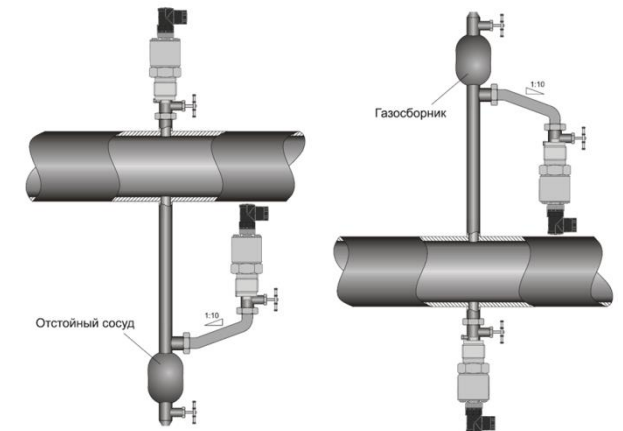

Рисунок 4. Монтаж прибора для измерения давления газа (слева) и жидкости (справа).
4.3. Механическое присоединение реле рекомендуется производить с ориентацией, при которой соединительная линия от места отбора давления имеет односторонний уклон (≥1:10) вверх к реле, если измеряемая среда - газ, и вниз к реле, если измеряемая среда - жидкость (см. рис. 4.). Если это невозможно, при измерении давления газа в нижних точках соединительных линий следует устанавливать отстойные сосуды, а при измерении давления жидкости в наивысших точках - газосборники. Отборные устройства для установки приборов рекомендуется монтировать на прямолинейных участках, на максимально возможном удалении от насосов, запорных устройств, колен, компенсаторов и других гидравлических устройств.